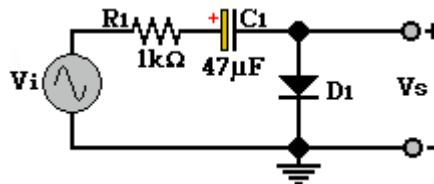

Figura 3.3
2. Arme el circuito de la figura 3.3. Si V_i es una señal senoidal de $12V_{PP}$ a 1kHz. Dibujé las señales V_i y V_s en papel milimétrico, observando cuidadosamente el nivel de tierra.